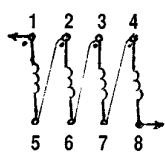

рис. 4
**Детали** в схеме лучше использовать миниатюрные, импортного производства, предварительно проверив их качество. Все резисторы типа ОМЛТ-0,125; конденсаторы С6...С8 типа КТ, С15 типа К50-35, остальные типа КМ. Транзисторы VT1...VT3 типа КТ315Б (КТ315Г, КТ312Б, КТ342Б), VT4 - 2Т371А (КТ367А, КТ372Б, КТ382Б), диод VD1 типа Д9Б (Д2, Д18, Д310), светодиод HL1 типа АЛ333К (АЛ307Б, АЛ102Б), стабилизатор VD2 типа 2С156А, переключатели SA1, SA2 - ПД9-2, микросхема DD1 типа К561ЛА7 (564ЛА7). Дроссель L6 унифицированный - трансформатор импульсный миниатюрный ТИМ-170. Схема его соединения показана на рис.4. При его отсутствии следует на ферритовом кольце М2000К 12х8х3 намотать до заполнения обмотку проводом ПЭВ-1 Ø0,1 мм. Контурные катушки наматывают проводом ПЭВ-2 Ø0,71 мм на оправке Ø5 мм. Катушки L1 и L2 имеют 5 витков, L3 и L5 - 7 витков, а L4 - 4 витка.